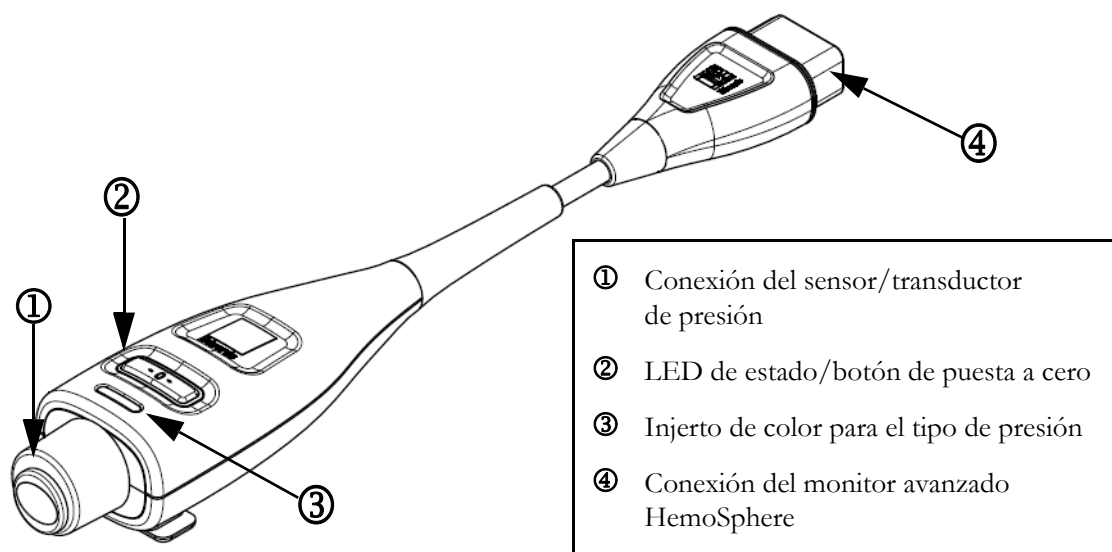

Figura 10-1 Cable de presión HemoSphere
El cable de presión HemoSphere es un dispositivo reutilizable que se conecta al monitor HemoSphere en un extremo ④ y a cualquier transductor de presión desechable (TPD) o sensor aprobado por Edwards en el otro ①. Consulte la figura 10-1 en la página 166. El cable de presión HemoSphere adquiere y procesa una única señal de presión de un TPD compatible, como el TPD TruWave, o un sensor FloTrac. Se conecta un sensor FloTrac o Acumen IQ a un catéter arterial existente para obtener parámetros hemodinámicos mínimamente invasivos. Puede conectar un transductor TruWave a cualquier catéter de monitorización de presión compatible para obtener la presión intravascular basada en la ubicación. Consulte las instrucciones de uso proporcionadas con cada catéter para conocer las instrucciones específicas sobre su colocación y uso, y para conocer las advertencias, los avisos y las especificaciones pertinentes. El cable de presión HemoSphere puede monitorizarse a través de dos modos de monitorización de tecnología basados en el sensor/transductor emparejado: el modo de monitorización de los sensores **FloTrac** o **Acumen IQ** o el modo de monitorización de catéter **Swan-Ganz**. El modo de monitorización aparecerá en la parte superior de la barra de navegación (consulte la figura 5-2 en la página 78). El aspecto y los puntos de conexión del cable de presión HemoSphere se muestran en la figura 10-1.
Injerto de color para el tipo de presión. Si lo desea, puede utilizar un injerto del color adecuado en el cable de presión para indicar el tipo de presión monitorizada. Consulte ③ en la figura 10-1 a continuación. Los colores son los siguientes:
- Rojo para la presión arterial (PA)
- Verde para el gasto cardiaco (GC)
- 7 Utilice un movimiento recto hacia dentro o hacia fuera para acoplar el conector verde del sensor FloTrac cebado. El led del cable de presión en el entorno del botón de puesta a cero (consulte ② en figura 10-1) parpadeará en verde, indicando que se ha detectado el sensor de presión. Si la luz es amarilla, significa que se ha producido un error. En este caso, consulte la barra de estado para obtener más información sobre dicho error específico.
Pulse el botón físico de puesta a cero  directamente en el cable de presión y manténgalo pulsado durante tres segundos (consulte la figura 10-1).